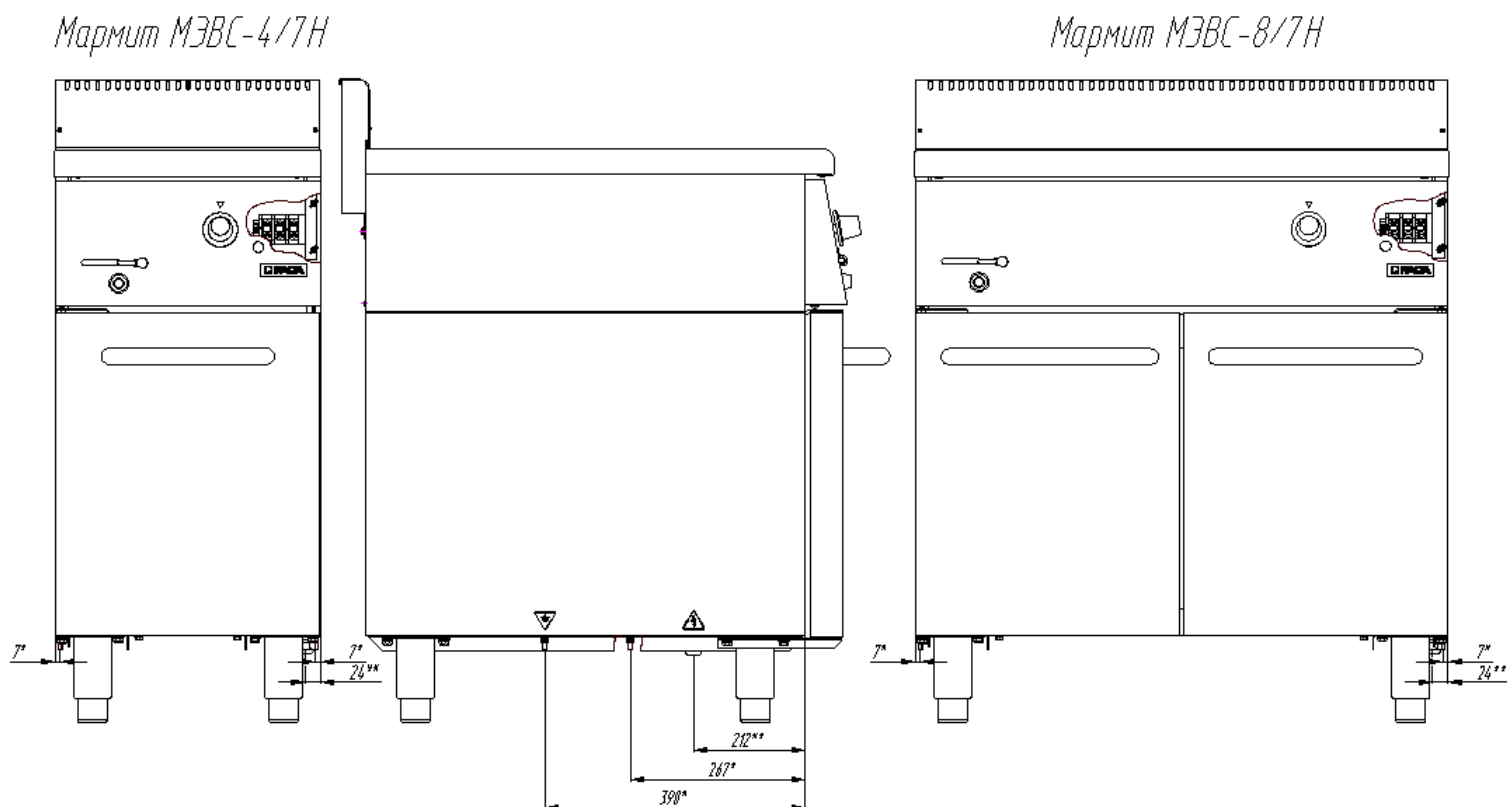

Рисунок 5
**Примечание.** Блок зажимов расположен за панелью управления (рисунок 5). Перед соединением провода электросети необходимо развинтить два винта снизу панели управления и снять ее, обеспечив доступ к блоку зажимов.